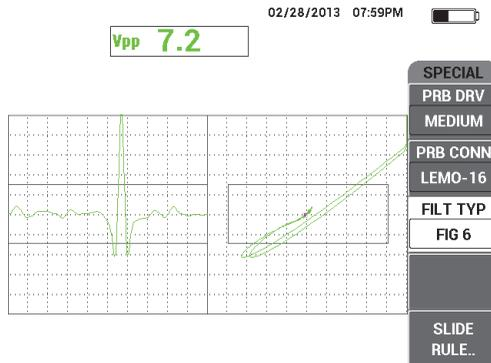

Рис. 5-64 Фильтр Фигура 6
- Нажмите клавишу меню MAIN FILTER (), затем установите **ТИП ФИЛ.** (клавиша C) на **ФИГ 6** (см. Рис. 5-64 на стр. 185).